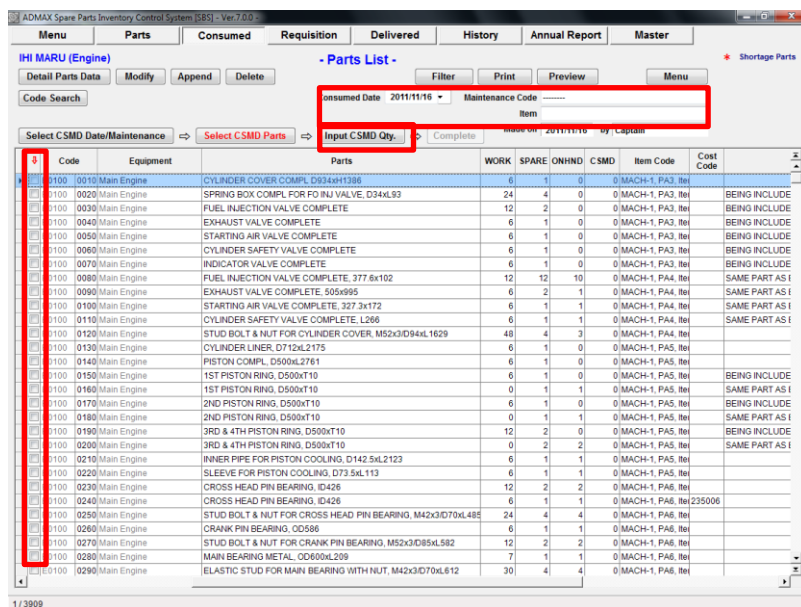

図 5.2 Select Consumed Parts 図 5.2 消耗部品の選択
2. “Select Consumed Parts”(図 5-2) 画面が表示されます。完成していない消耗部品データがある場合は、代わりに “Input Consumed Qty”画面(図 5-3) が表示されます。6に進んでください。